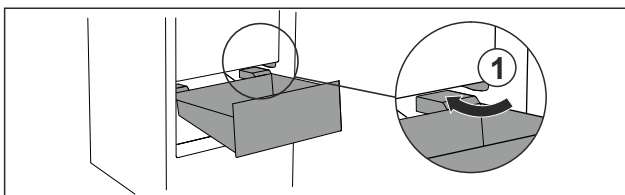

Fig. 69
- ▶ Обвести висувний ящик навскіс навколо стопора Fig. 69 (1).